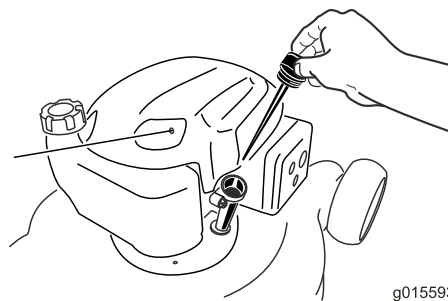

Figura 26
6. Retire la varilla del tubo de llenado de aceite (Figura 26).